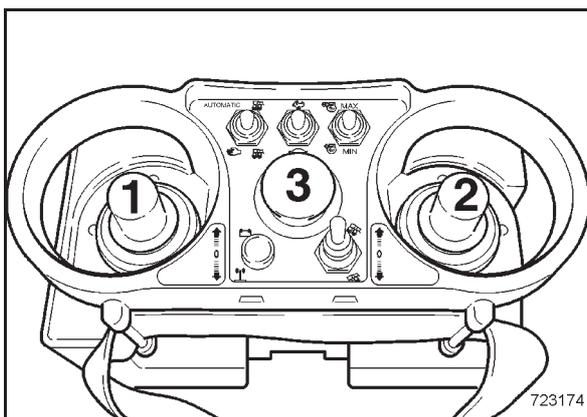

Bild 57
- Beide Fahrhebel 1 und 2 (Bild 57) nach vorne oder hinten aussteuern.